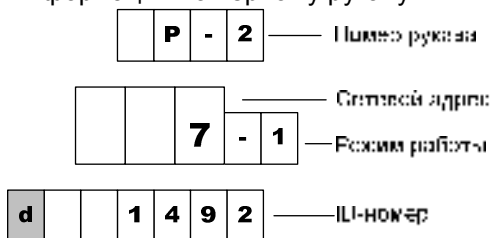

Рисунок 6
8.1 По команде СУ на табло могут отображаться сетевой адрес, режим работы и ID-номер рукава (рисунок 6). При снятии/установке любого раздаточного крана на табло выводится информация для следующего по счету рукава. По достижению последнего рукава вновь отображается информация по первому рукаву.